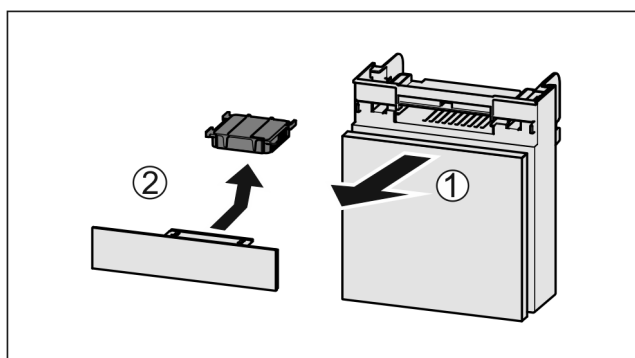

Fig. 140
- Vedä lokero etukautta pois Fig. 140 (1).
- Poista aktiivihiiisuodatin Fig. 140 (2).